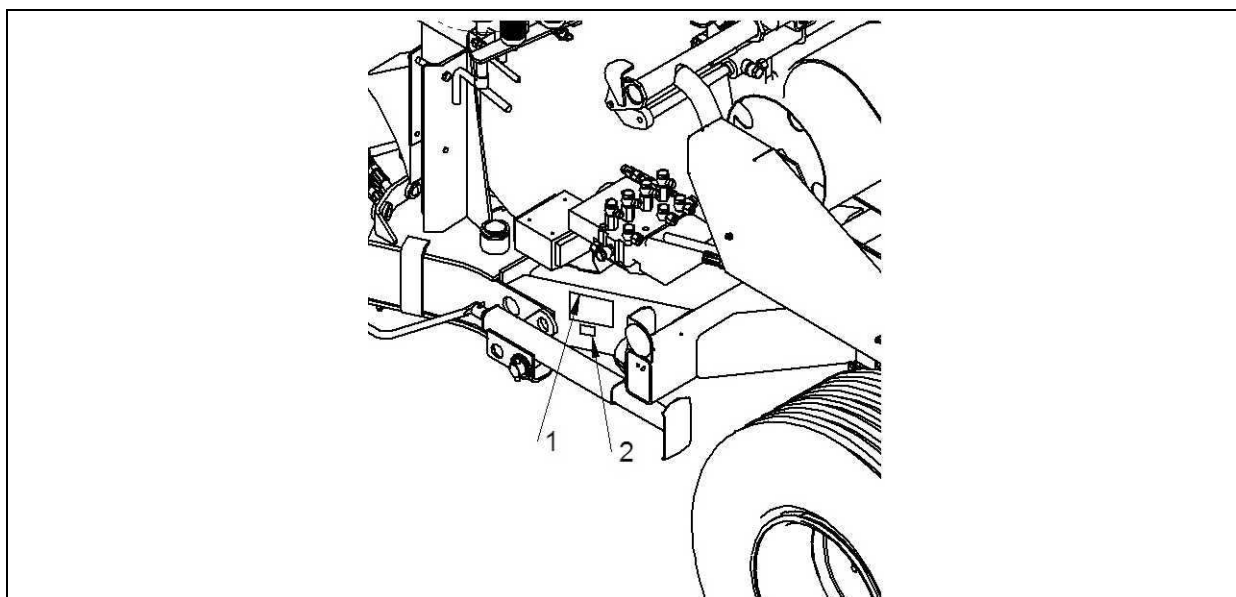
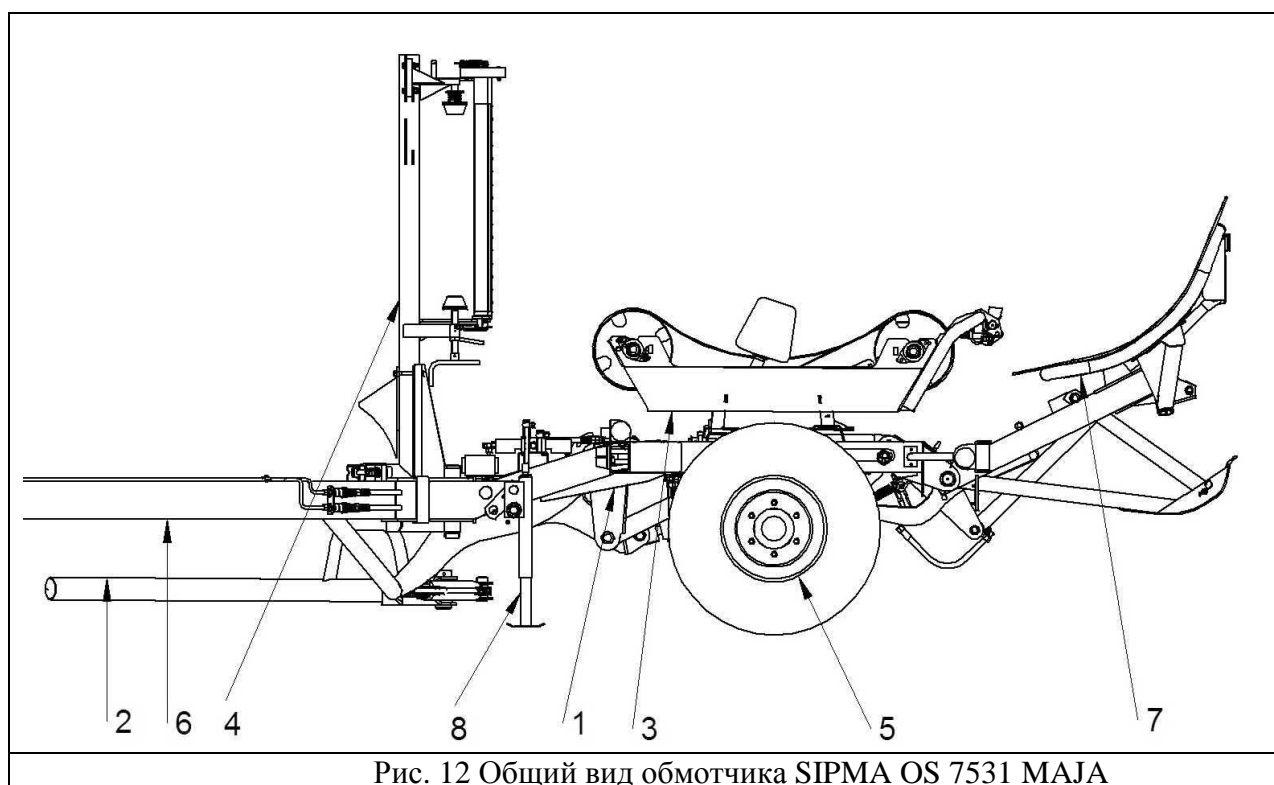

Рис. 11 Вид обозначений:
Рис. 12 Общий вид обмотчика SIPMA OS 7531 MAJA
Tabliczka znamionowa jest umieszczona na belce ramy głównej po lewej stronie maszyny. Pod tabliczką umieszczony jest numer seryjny owijarki (patrz Рис. 11).
Обмотчик оснащен опорой (8), на которую на опираться обмотчик во время хранения – вертикальное положение (см. Рис. 12) На время работы обмотчиком во время перевозки опору следует повернуть на 90° и предохранить шкворнем в этом положении (Рис. 11), проверить положение с места водителя.